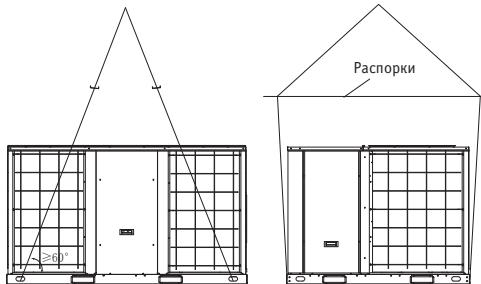

Рис. 17
- Такелажные стропы должны выдерживать трёхкратный вес блока. Перед подъёмом проверьте и убедитесь, что крюки прикреплены к блоку надежно и образуют углы не менее  $60^\circ$  относительно его основания (см. рис. 17).